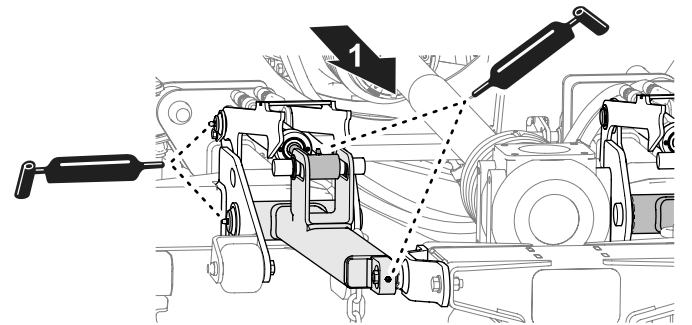

Figura 53
- Aplique grasa a los brazos de elevación, los cilindros hidráulicos y los tirantes de impacto de la carcasa de corte central (Figura 53).